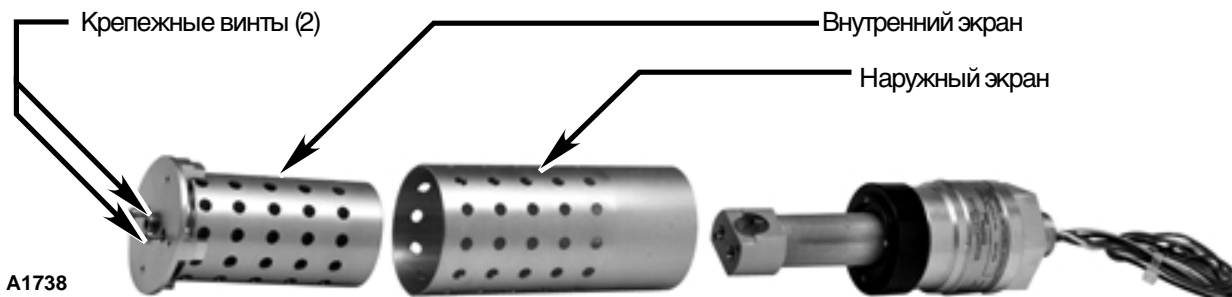
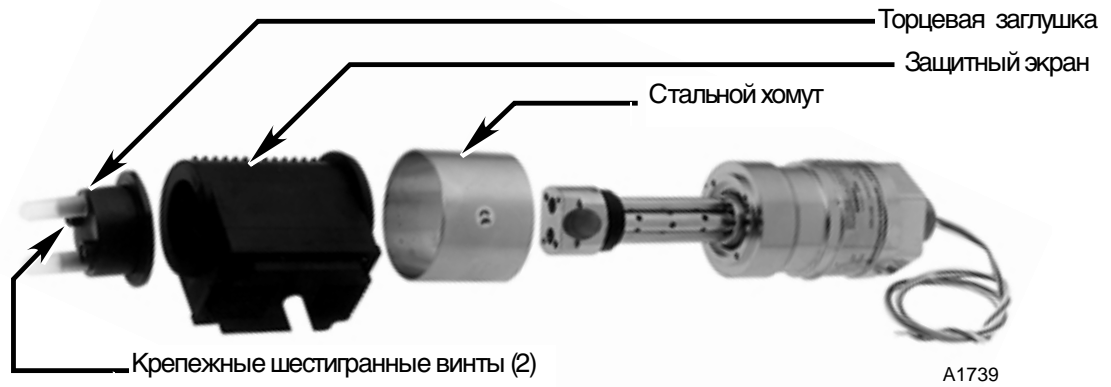

Рис. 9. Демонтаж модели ПойнтВотч из алюминия.
Рис. 10. Демонтаж модели ПойнтВотч из нержавеющей стали.
1. Ослабьте два крепежных винта на плоском конце датчика и снимите систему экранов-фильтров. В случае алюминиевой модели пользуйтесь стандартной отверткой. Для модели из нержавеющей стали используйте шестигранный ключ 7/64 дюйма (см. рис.9 для алюминиевой и рис.10 для модели из нержавеющей стали).
7. В случае алюминиевой модели наденьте наружный экран на блок зеркал. Наружный экран должен быть направлен целиковой частью в сторону цоколя устройства. Если он ориентирован неправильно, экран не наденется на устройство. Вставьте внутренний экран в наружный экран и поворачивайте его до тех пор, пока он не установится полностью, после чего закрепите два крепежных винта при помощи обычной отвертки (см. рис. 9).
Для модели из нержавеющей стали наденьте стальной хомут на цоколь, после чего надвиньте на устройство защитный экран. Установите торцевую заглушку на экран и поворачивайте её до тех пор, пока она не сядет полностью на место, затем закрепите два крепежных винта, пользуясь ключом 7/64 дюйма (рис. 10).